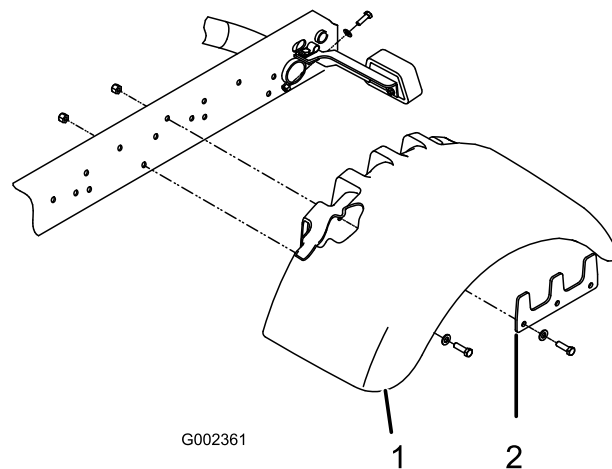

Figura 4
4. Fissate, senza stringere troppo, un paraurti da ciascuno lato del telaio con una piastra d'appoggio, 5 bulloni da 3/8 x 1-1/4 poll. lungh., e un dado di bloccaggio, come illustrato nella Figura 4.